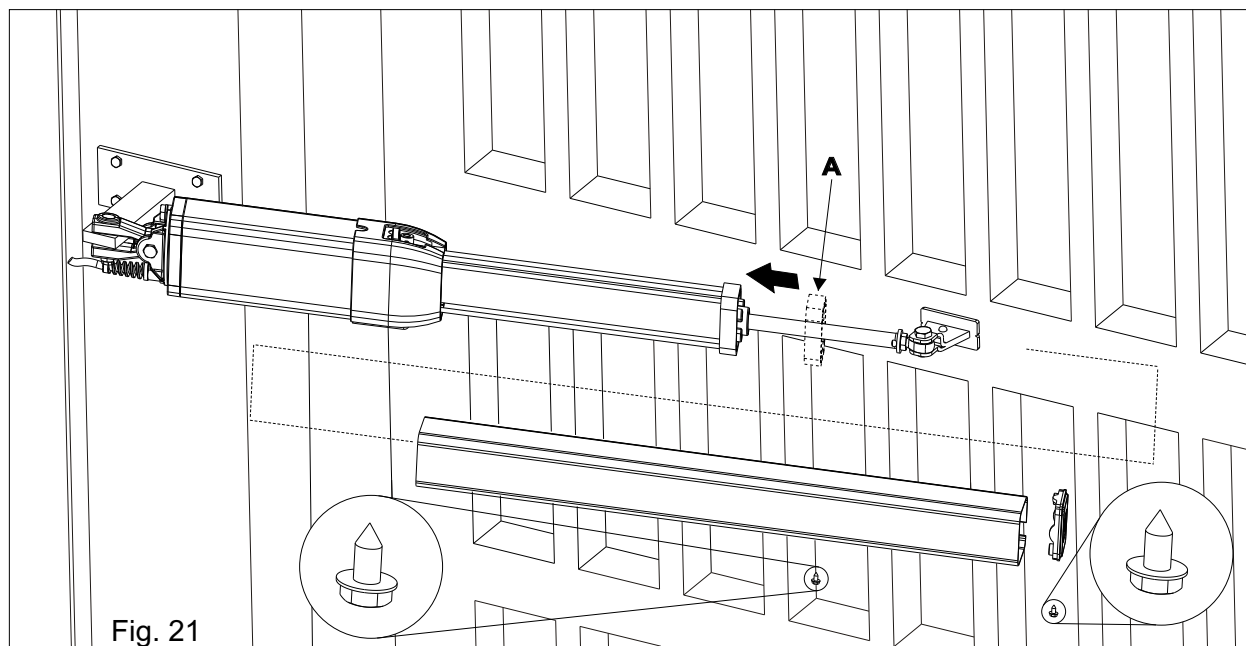

Fig. 21
S'assurer d'avoir inséré le cadre en plastique anti-vibration (A) avant d'insérer le couvre tige extrudé (Fig. 21).